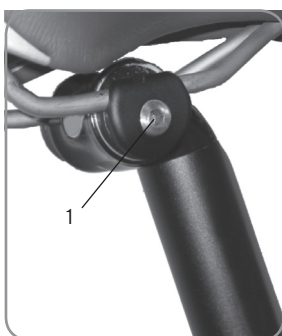

Figure 17. Tige de selle
- Pour un boulon sur la tête de la tige de selle nécessitant une clé hexagonale de 5 mm (figure 17) : 13,6-14,7 N•m